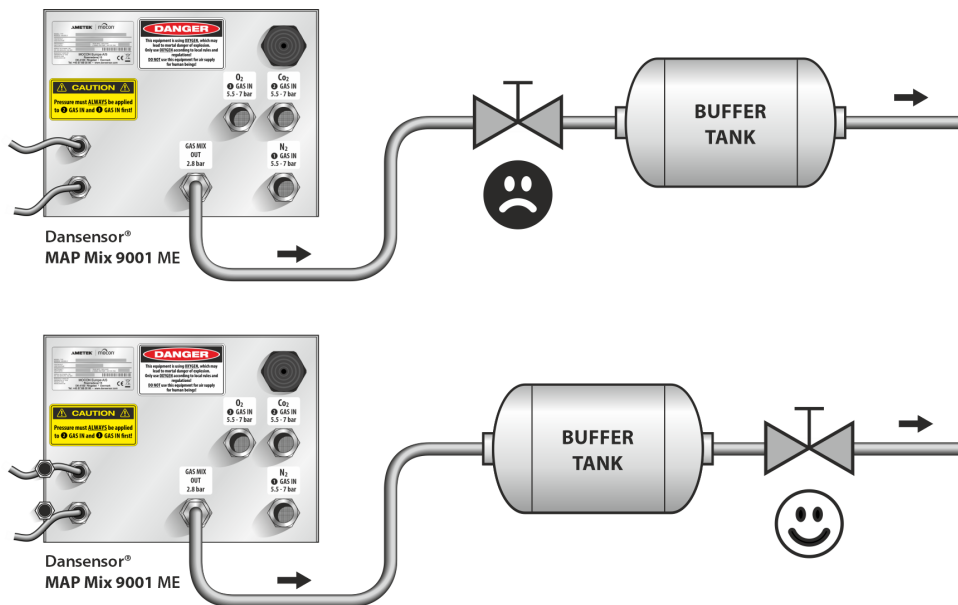

Fig. 4. Emplacement correct de la soupape de sortie
**AVERTISSEMENT:** Sur les modèles dotés d'un réservoir à capacité tampon, assurez-vous que la sortie de gaz n'est JAMAIS obstruée ni limitée en amont du réservoir (cf. Fig. 4).